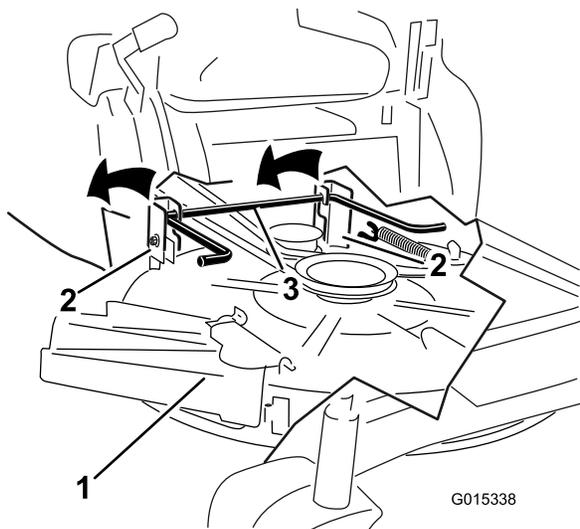

Figura 56
6. Alzate il tosaerba e i supporti di sostegno dall'asta di sollevamento posteriore e abbassate con cautela il tosaerba al suolo (Figura 56).
5. Alzate la parte posteriore del piatto di taglio e guidate i supporti di sospensione lungo l'asta di sollevamento posteriore (Figura 56).